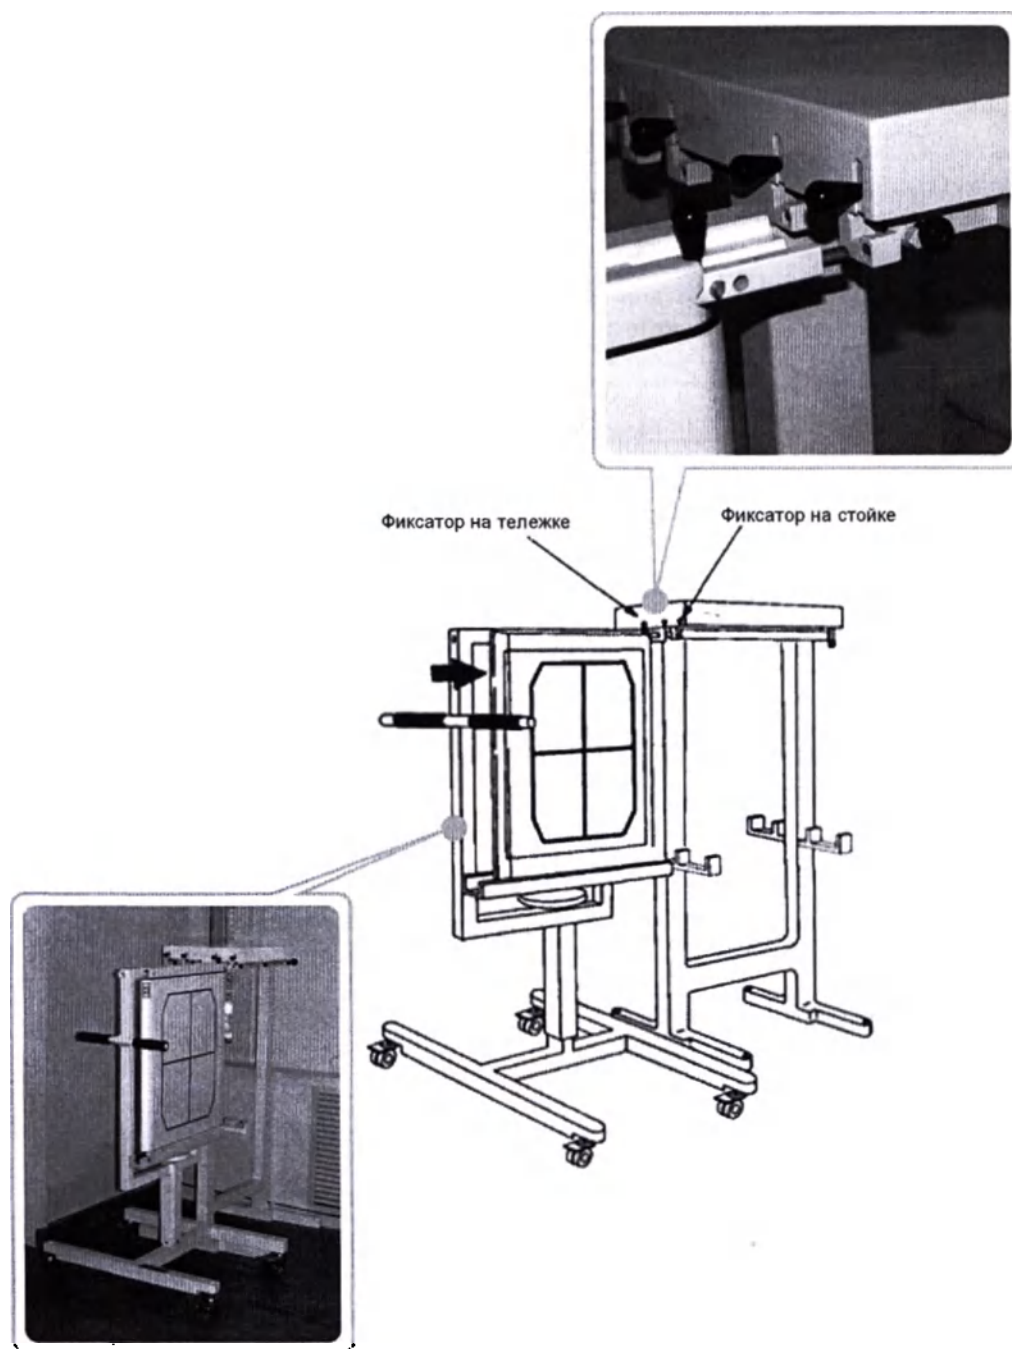

Рисунок 8-14 — Фиксаторы на тележке и стойке
8. Оттянуть фиксатор коллиматора на тележке влево и закатить коллиматор на стойку (Рисунок 8-14);
3. Переведите фиксаторы колес в позицию блокировки (Рисунок 8-14);